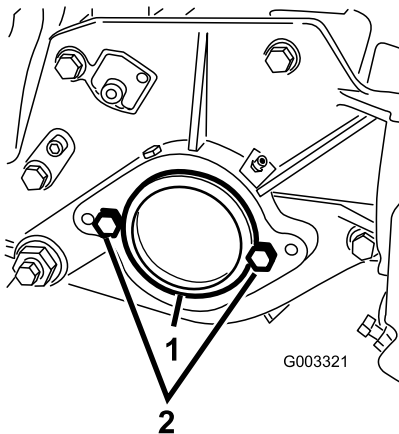

**Bild 6**
2. Nehmen Sie das Gegengewicht ab (Bild 6).